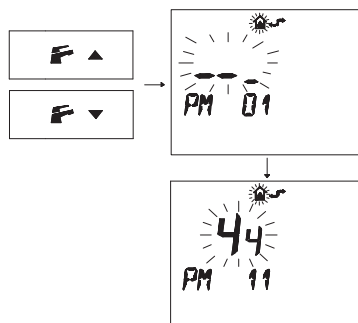

Fig. 5.79
- Premere i pulsanti  $\mathbb{F}$  o  $\mathbb{F}$  per visualizzare la programmazione "PM11" della postcircolazione pompa (Fig. 5.79).